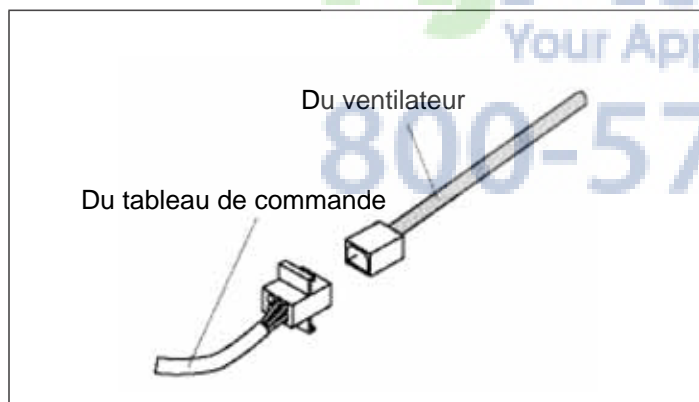

Figure 19: Câblage de la hotte avec un ventilateur intégré
3. Branchez la fiche de connexion Molex dans le connecteur situé à l'intérieur de la hotte, comme illustré sur la Figure 19.